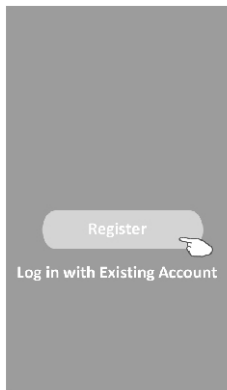

Рис. 8.
2. Создайте новую учетную запись (рис. 8).